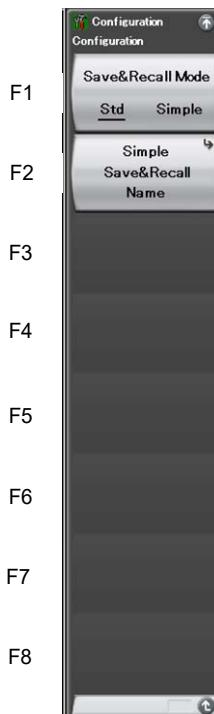

図3.6.4-1 Save&Recall Settings ファンクションメニュー
3.  (Save&Recall Settings) を押すと、図 3.6.4-1 の Save&Recall Settings ファンクションメニューが表示されます。